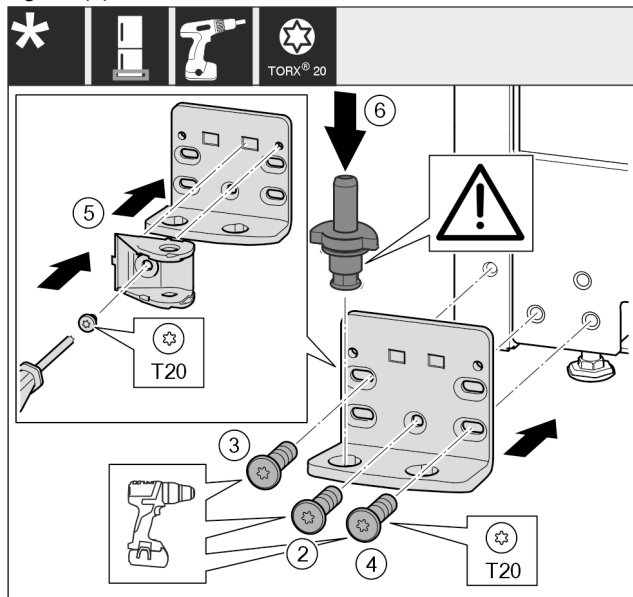

Fig. 26*
- ▶ Aplicați suportul de lagăr pe partea opusă și înșurubați-l cu ajutorul unei șurubelnițe T20. Începeți cu șurubul 2 de jos din centru.* Fig. 26 (2)
- ▶ Înșurubați ferm șurubul 3 și 4.* Fig. 26 (3,4)
- ▶ Rotiți îmbinarea amortizorului de închidere cu 180°. Înșurubați pe partea opusă a suportului de lagăr cu șurubelnița T20.* Fig. 26 (5)
- ▶ Introduceți complet bolțul de lagăr. Aveți grijă aici ca respectiva camă de cuplare să fie îndreptată către înapoi.* Fig. 26 (6)